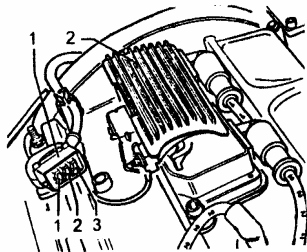

图 3-34 拔下点火线圈的终端极的插头
(1) 发动机在运行中或在启动时，点火系的导线不能碰触或拔下。喷油系和点火系的导线仅在点火开关关闭时才能连接或拔下。
(2) 如果发动机只是运转，但不需要发动，比如在压缩检查中，应将点火线圈的功率终端极的插头拔下。如图 3-34 所示。